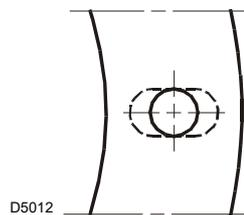

Abb. 10
- falls erforderlich die Bohrungen der Isolierdichtung (Abb. 10) verbreitern, aber darauf achten, dass sie dabei nicht beschädigt wird.